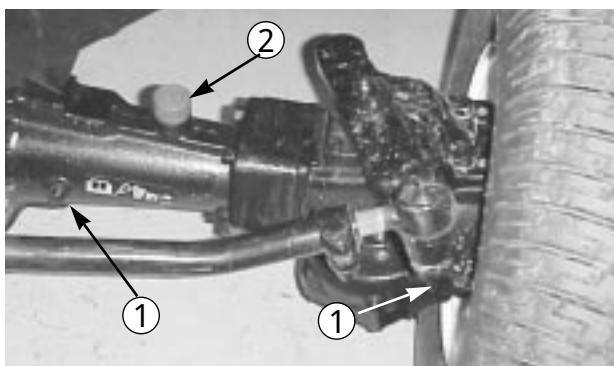

図19
2. アクスルの各端から点検用プラグ(図19、20)を抜き、穴の上面まで潤滑油があることを確認する。